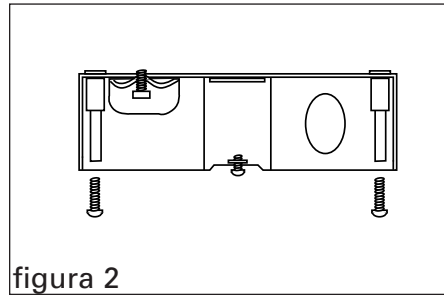
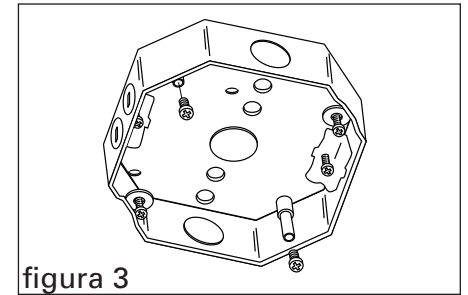

figura 2
figura 3
**NOTE:** Monte el adorno pesado y los ventiladores de techos con las pernas 10 de 24 x 3/4" en los intercalados (figura 2). Monte los adornos ligeros y chapas de cubiertas con los tornillos de 8-32 en las orejas de la caja de empalme (figura 3).